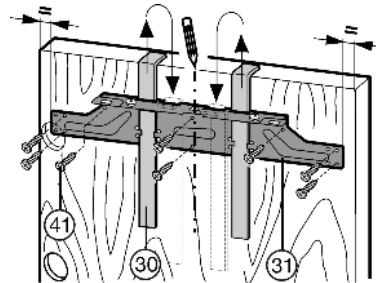

Fig. 21
- ▶ Открутите крепежную поперечину Fig. 21 (31) с помощью контргаяк Fig. 21 (32).
- ▶ Навесьте крепежную поперечину Fig. 21 (31) с монтажными вспомогательными элементами Fig. 21 (30) на внутреннюю сторону мебельной дверцы.
- ▶ Выравнивание крепежной поперечины Fig. 21 (31) по центру: начертите короткую центральную линию на мебельной дверце, совместите с ней острие стрелки поперечины.
- ▶ Прикрутите крепежную поперечину Fig. 21 (31) по меньшей мере 6 винтами Fig. 21 (41).
- ▶ Прикрутите крепежную поперечину Fig. 21 (31) 4 винтами Fig. 21 (41) по краю.
- ▶ Вытяните вверх монтажные приспособления Fig. 21 (30) и, развернув, вставьте их в расположенные рядом приемные отверстия.